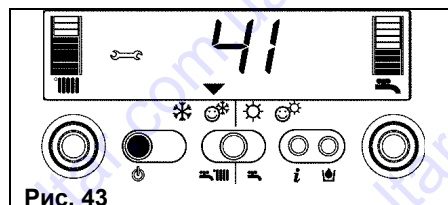
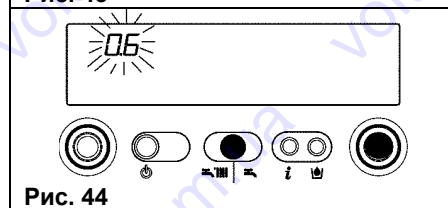

Рис. 43
Рис. 44
**Замечание:** если минимальное значение давления в системе достигнет 0,6 бар, на дисплее начнет мигать значение давления (рис. 43). Если это значение опустится ниже минимального аварийного уровня (0,3 бар), на дисплее отобразится код аварии 41 (рис. 44) и будет гореть некоторое время, после чего, если авария все еще сохраняется, отобразится код неисправности 40 (смотри главу «Неисправности»).